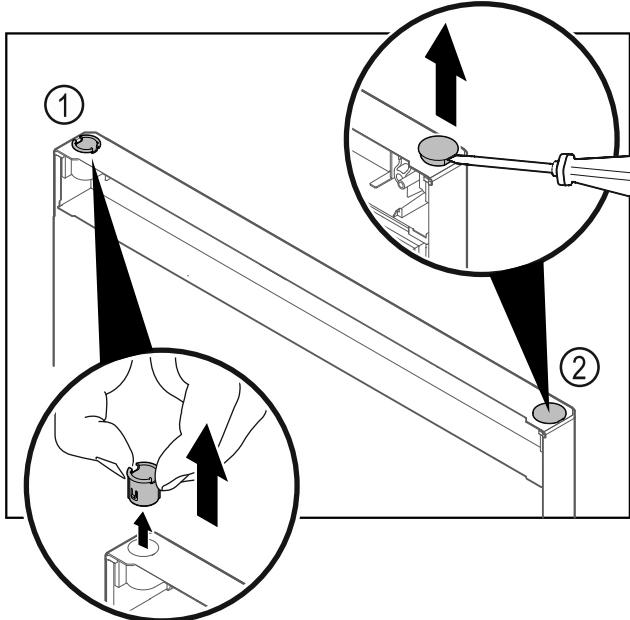

Fig. 19
- ▶ Extraer el casquillo de bisagra Fig. 19 (1) con los dedos.
- ▶ Levantar cuidadosamente el tapón Fig. 19 (2) con un destornillador para tornillos de cabeza ranurada y extraerlo.